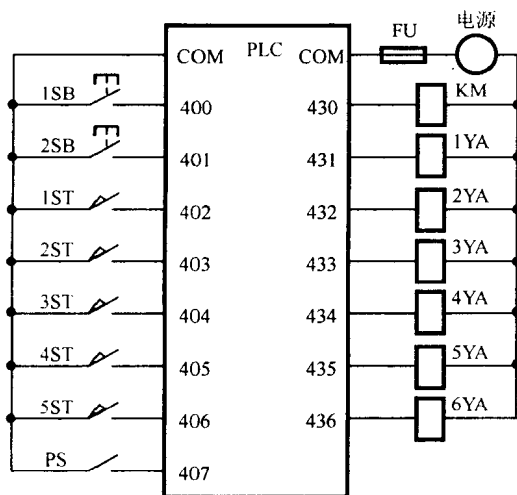

图 9.9 PLC 的安装图
(2) 现场器件与 PLC 内部等效继电器地址编号的对照表(I/O 地址分配)如表 9.5 所示。
(3) PLC 的安装图，如图 9.9 所示。